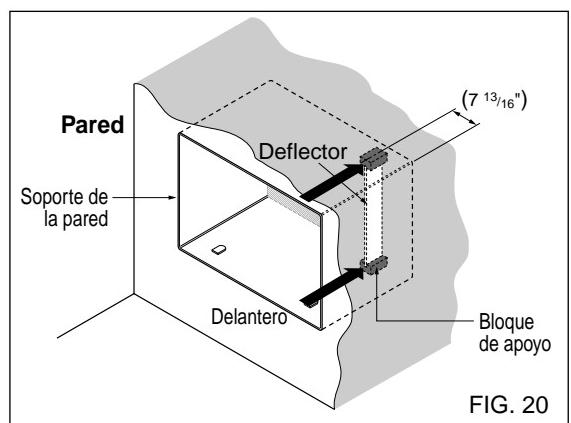

FIG. 20
- 6** Quite la parte trasera de los bloques de apoyo y acópleslos a la parte interna del soporte de la pared como se muestra en la FIG 20. Deslice el deflector hacia las ranuras de los bloques de apoyo.